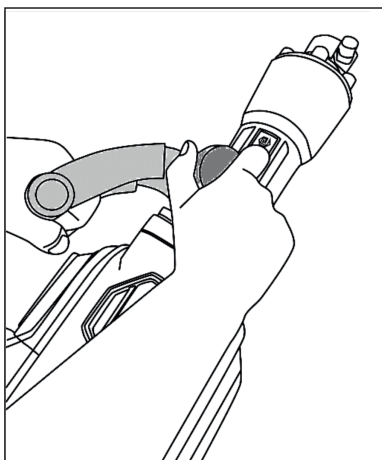

Рис. 2. Установка дополнительной рукоятки
- Установите боковую рукоятку. Надежно зафиксируйте ее на корпусе молотка специальным винтом (рис.2).